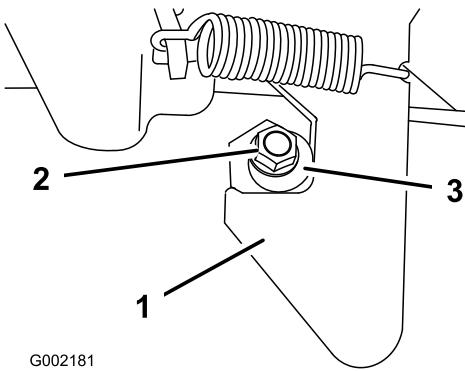

Bild 29
1. Lösen Sie die Mutter am Ende des Verriegelungspfosten (Bild 29).
2. Drehen Sie den Verriegelungspfosten nach rechts, bis er am Riegel anliegt. Ziehen Sie dann die Mutter fest (Bild 29).